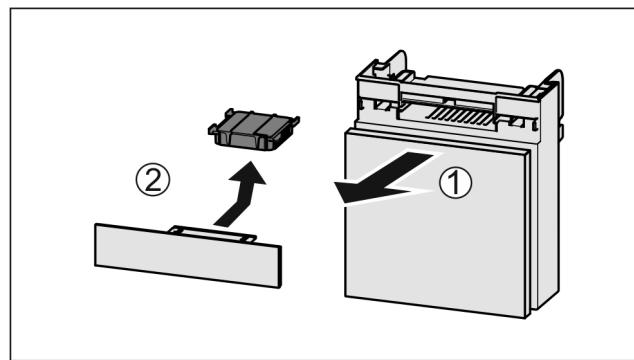

Fig. 140
- Extrageți Fig. 140 (1) compartimentul către înainte.
- Scoateți Fig. 140 (2) filtrul de cărbune activ.